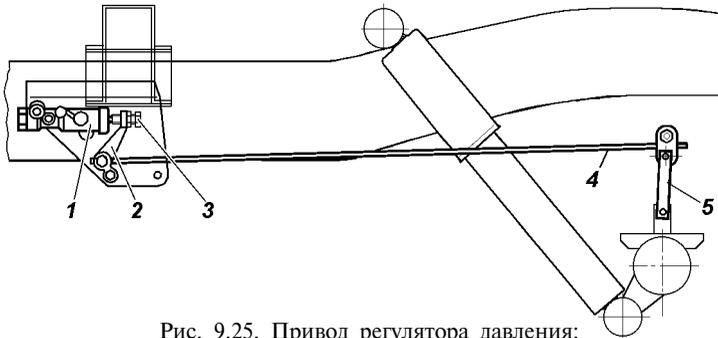

Рис. 9.25. Привод регулятора давления:
В процессе эксплуатации и при замене задних рессор, необходимо регулировать усилие упругого рычага 4 (рис. 9.25) на поршень регулятора. Регулировку производите в следующей последовательности:
4. Доверните болт 3 ( рис. 9.25) на 2/3 оборота (14 граней головки болта).